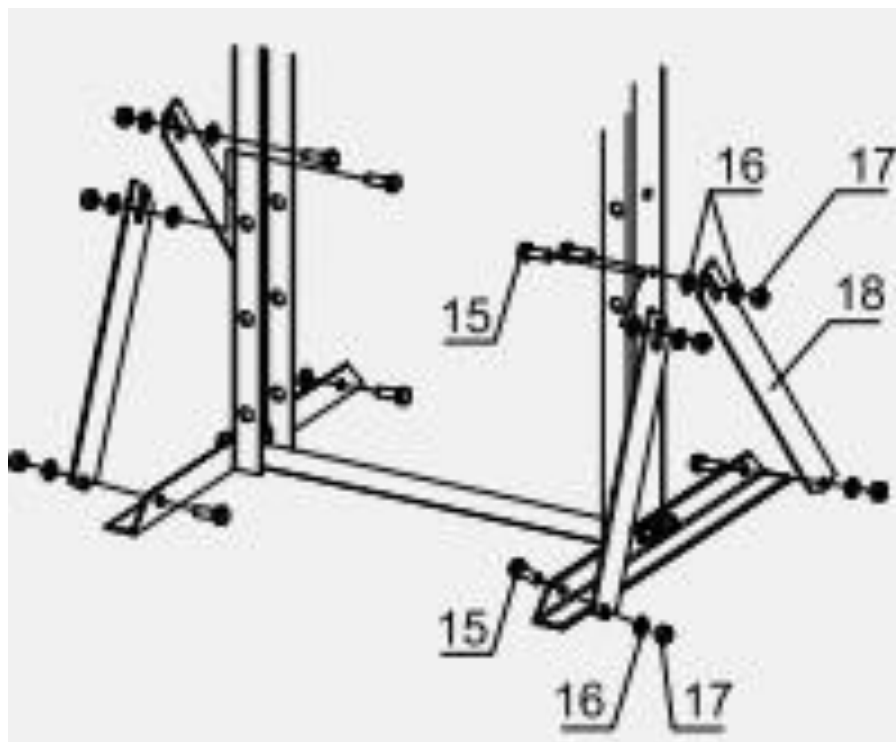

Рисунок 4.
4. Прикрепите косынки (18) к опорным стойкам и опорам, используя болты (15), шайбы (16), и гайки (17). См. Рисунок 4.